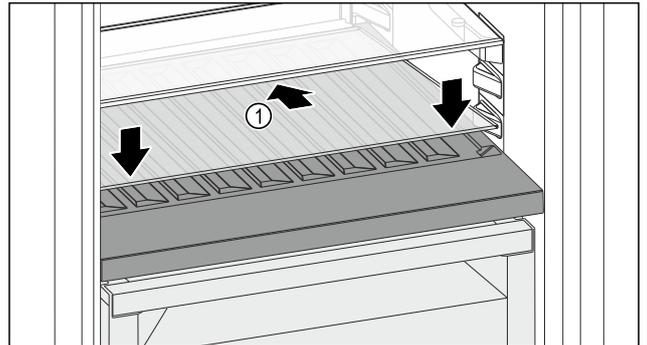

Fig. 91
- ▶ Glasplatte Fig. 91 (1) schräg und nach hinten unten geneigt ansetzen.
- ▶ Glasplatte Fig. 91 (1) vorne absenken.